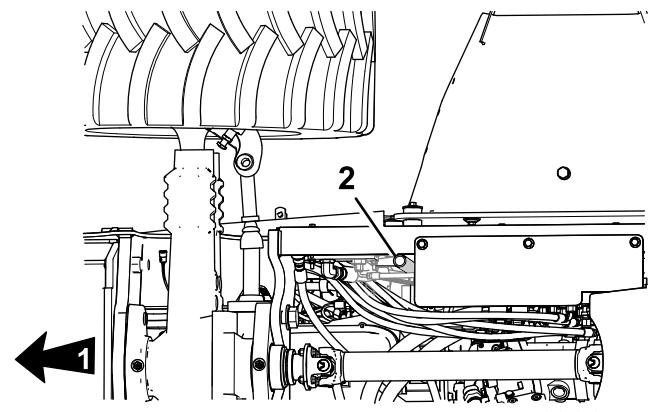

Figura 72
1. Inspecione o tubo de respiro do cárter (Figura 72) em busca de borra, detritos ou gelo no interior do tubo.